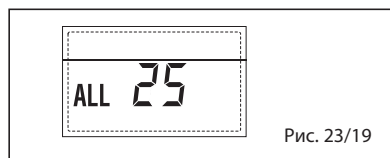

Рис. 23/19
– НЕПОЛАДКА ВСПОМОГАТЕЛЬНОГО ДАТЧИКА (S3) “ТРЕВ. 26” (рис. 23/20)